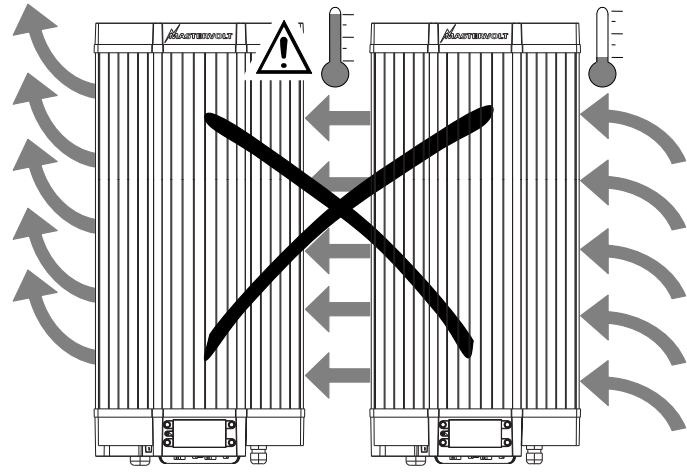

Figure 5
- Si plusieurs Sunmaster sont installés à proximité l'un de l'autre, conserver un espace d'au moins 50 cm entre les convertisseurs (voir Figure 5). En cas d'impossibilité, les mesures appropriées devront être prises pour éviter toute surchauffe d'un convertisseur à l'autre (voir Figure 4).